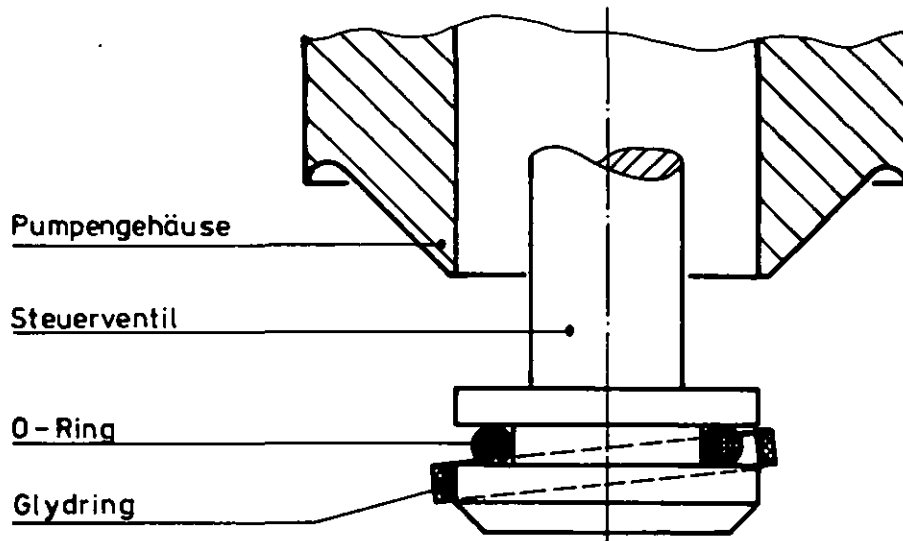

Fig. 1
Dabei wird der Glyd-Ring aufgedehnt. (Fig. 1)
- Glyd-Ring von Hand vormontieren (Fig. 1)
Dabei wird der Glyd-Ring aufgedehnt (Fig. 1)